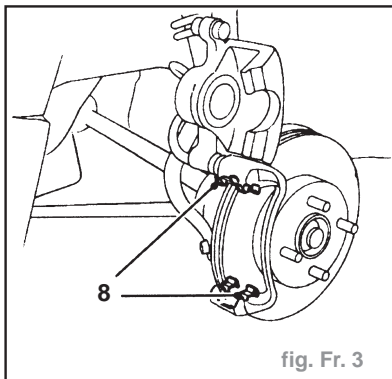

fig. Fr. 3
- Monter les dispositifs (8) de retenue de plaquette sur le support d'étrier (fig. Fr. 3).